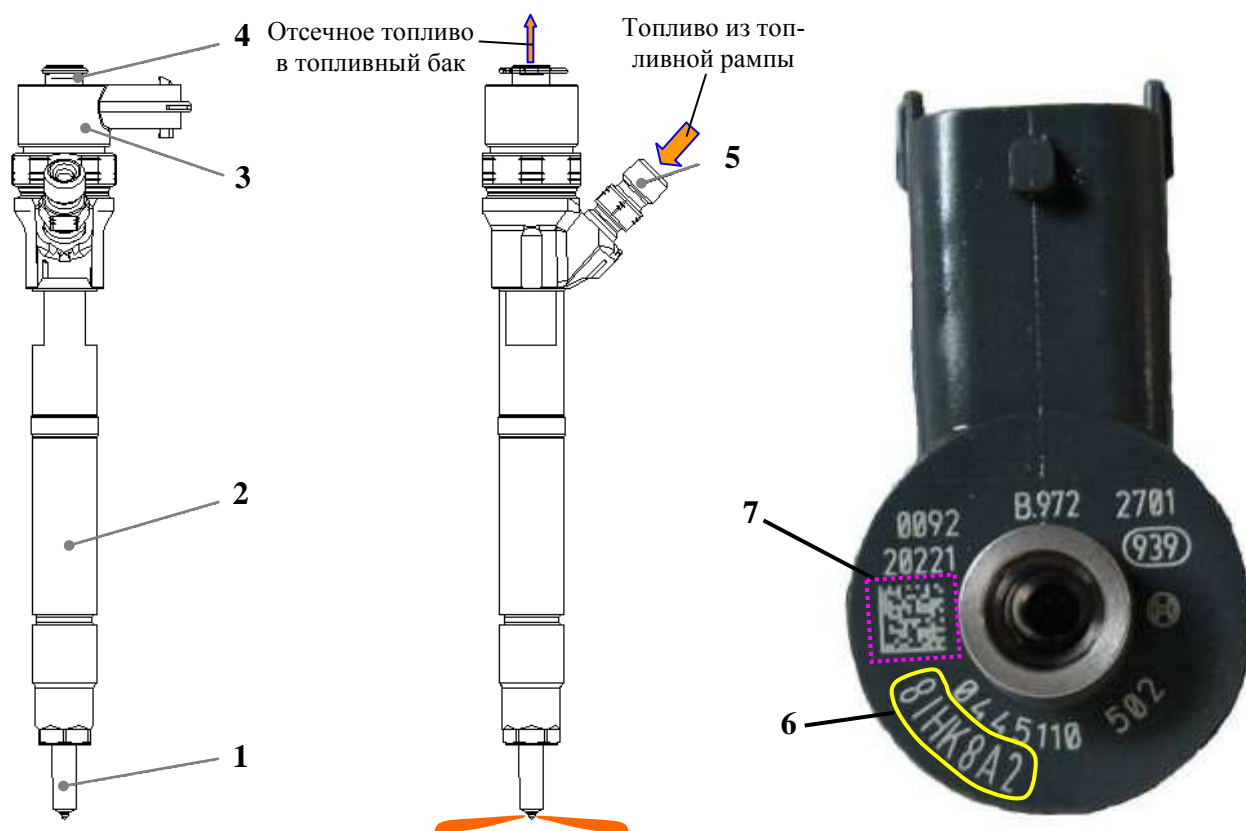

Рис. 59. Форсунка подачи топлива:
**Топливная форсунка** (рис. 59) электрогидравлическая, закрытая, с быстродействующим электромагнитным клапаном 3. Впрыск топлива происходит при подаче напряжения из блока управления двигателем на электромагнитный клапан 3.
Каждая форсунка имеет отклонения по производительности от расчетной величины. Изготовителем на каждой форсунке наносится 7-ми значный буквенно-цифровой IMA-код (см. рис.59, поз.6) для компенсации количества впрыскиваемого топлива. На автосборочном предприятии (ОАО «УАЗ») IMA-код каждой форсунки программируется в ЭБУ.